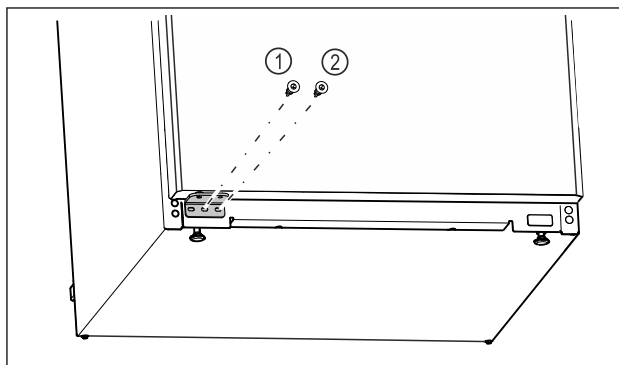

Fig. 18
- ▶ Srednji vijak ležajnog postolja Fig. 18 (1) pritegnite odvijačem Torx 20.
- ▶ Unutarnji vijak ležajnog postolja Fig. 18 (2) pritegnite odvijačem Torx 20.